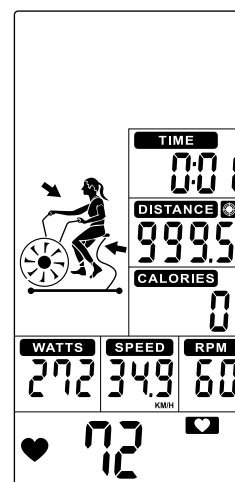

FIGURA 42
- O valor da DISTÂNCIA predefinido entra em contagem regressiva, TEMPO (display 3), CALORIAS (display 5), WATTS (display 6), VELOCIDADE (display 2) e RPM (display 1) começam a contar. (Figura 42).